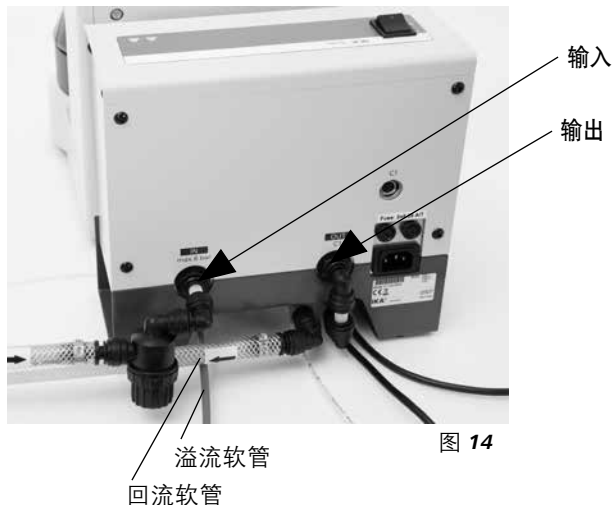

图 14
连接 C 1 X/Y 部分至 C 1.20 加热器 (见图 14)
- 如果连接了水龙头: 请确保 C 1 回流和溢流管下面有下水道 (见图 14)。